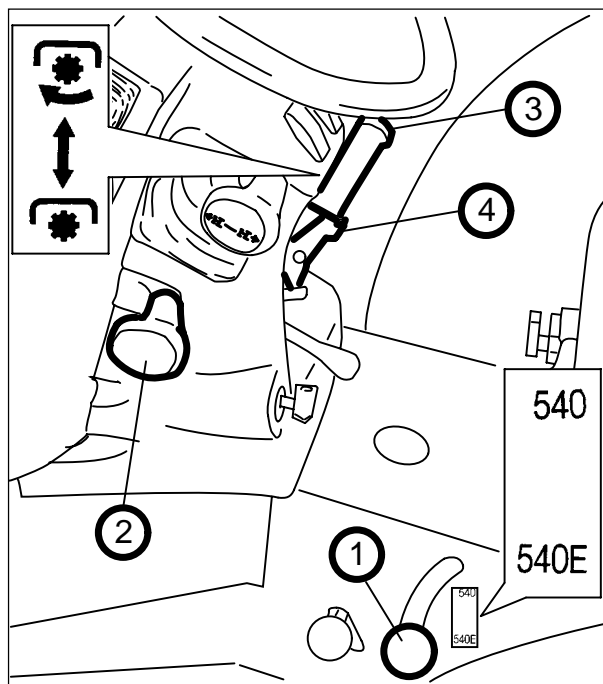

Fig. 15. Alavancas de comando da tomada de força.
A TDF independente é seleccionada conduzindo a alavanca (2. Fig. 15) para trás (Fig. 16).
Tendo sido seleccionada, a Tomada de Força independente é engatada/desengatada mecanicamente por uma embraiagem de engate comandada pela alavanca (2. Fig. 15).
A Tomada de Força apresenta duas velocidades, que podem ser engatadas através da alavanca de selecção da velocidade (1. Fig. 15). Estão disponíveis as seguintes velocidades para a TDF.
1. Para desembraiar a TDF carregue na trava (4. Fig. 15) para desbloquear a alavanca da embraiagem (3. Fig. 15).
2. Mova a alavanca (3. Fig. 15) completamente para baixo até obter a retenção na posição de desengate.
3. Escolha a velocidade desejada (1. Fig. 15).
4. Empurre a alavanca (3) para baixo e carregue na trava (4) para desbloquear a alavanca.
5. Conduza a alavanca (3) completamente para cima, na posição de engate.
2. Desembreie a TDF através da alavanca de desengate da embraiagem da TDF (3 Fig 15).
3. Engate a TDF 540 ECO (1, Fig. 15).
Engate a TDF proporcional ao avanço usando a alavanca (2, Fig. 15).
4. Engate a TDF recolocando a alavanca da embraiagem da TDF (3, Fig.15) na posição de engate.